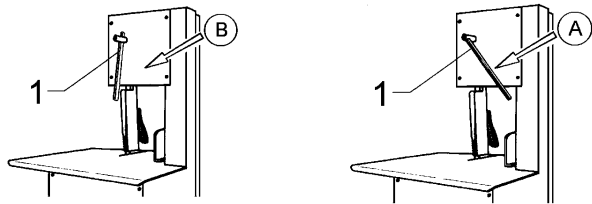

Fig. 7.6.1
7.6.1 - Regolazione del tensionamento (Fig. 7.6.1)
Con la leva nella posizione "A" (Fig. 7.6.1) la lama è tensionata.
- Tensionare la lama ruotando la leva e portandola nella posizione "A" (Fig. 7.6.1).